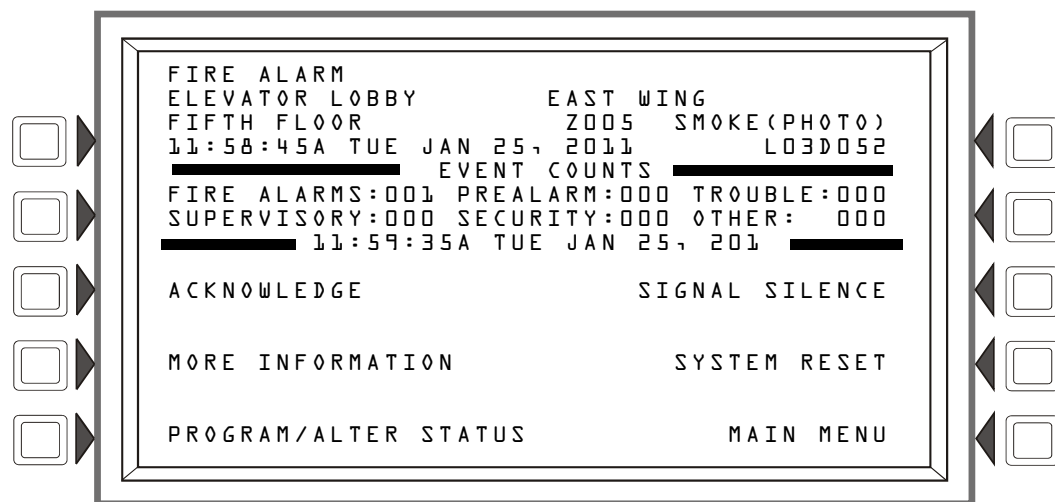

Figura 2.2 Ejemplo de pantalla de mensaje de alarma de incendios
- Muestra la ALARMA CONTRA INCENDIOS en el extremo superior izquierdo de la pantalla, un código de tipo que indica el tipo de dispositivo que activó la alarma contra incendios, y otra información específica sobre el dispositivo. El mensaje ocupa las cuatro líneas superiores de la pantalla, y reemplaza el mensaje de Sistema Normal, tal como se muestra en la Figura 2.2, a continuación. Consulte la “Formato de eventos de punto” en la página 15 para obtener una descripción completa de cada campo de mensaje